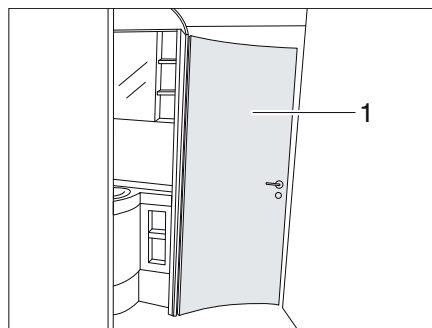

Bild 166 Raumbad
Die Tür des Toilettenbereichs (Bild 166,1) lässt sich je nach Ausstattung in 1-3 verschiedenen Öffnungsweiten zu einem Raumbad arretieren. Je nach gewählter Öffnungsweite werden verschiedene Raumteile miteinander verbunden.
- ▷ Die Tür des Toilettenbereichs (Bild 166,1) darf während der Fahrt nicht als Raumtrenner verwendet werden. Tür in Grundstellung bringen (Toilettenbereich isoliert).